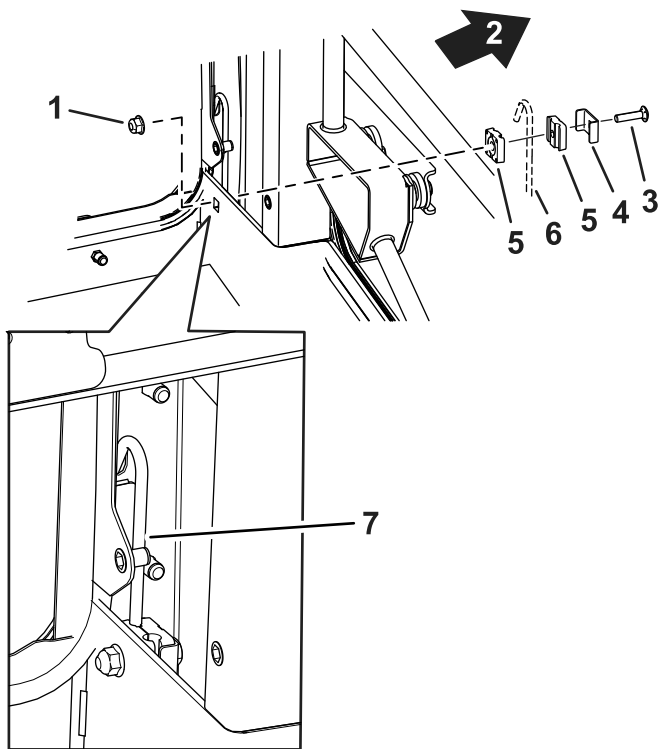

Figure 16
7. Tout en abaissant la cabine, insérez les tubes d'évent dans les montants arrière (Figure 16).
1. Installez les tubes d'évent de chaque côté de la cabine. Voir Figure 16.
2. Fixez chaque tube d'évent avec un boulon (5/16" x 1½"), une bride de serrage, un collier et un écrou (5/16") (Figure 16).